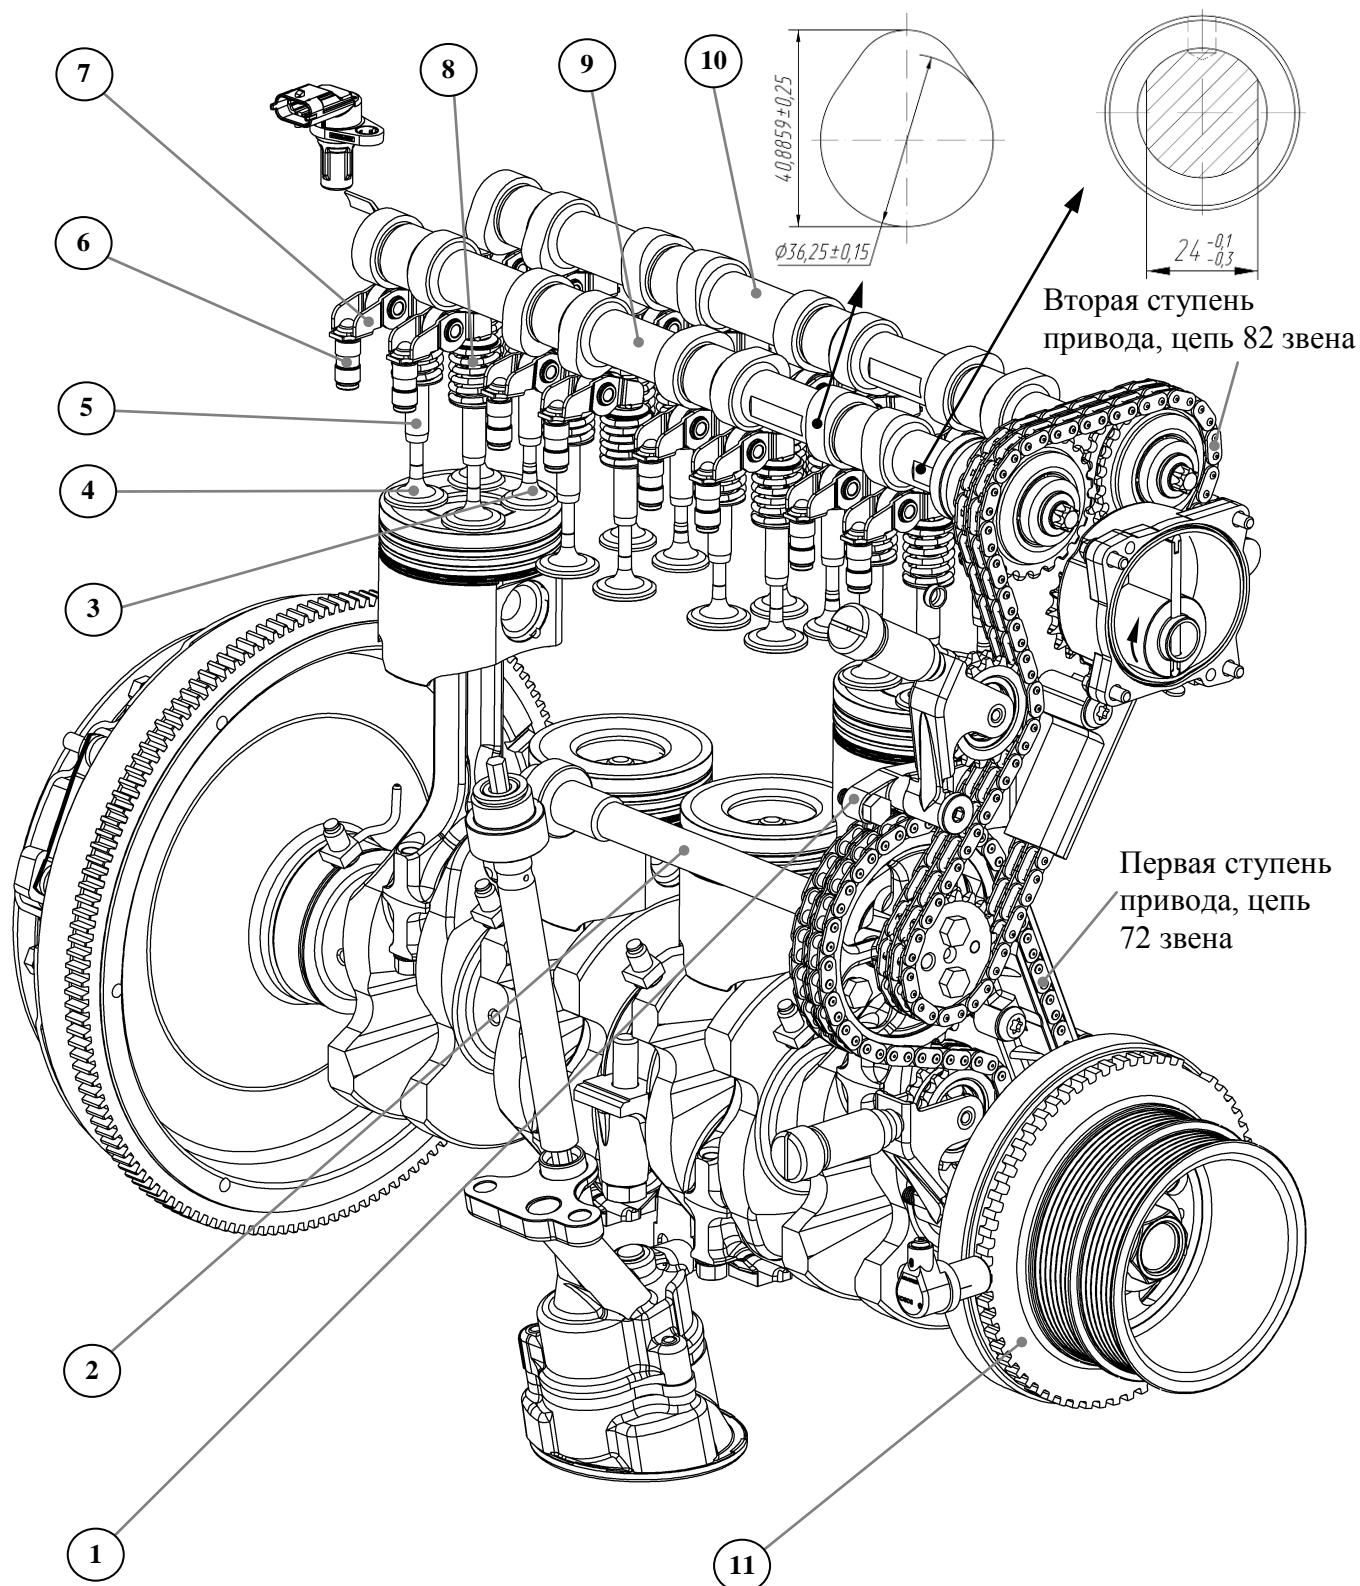
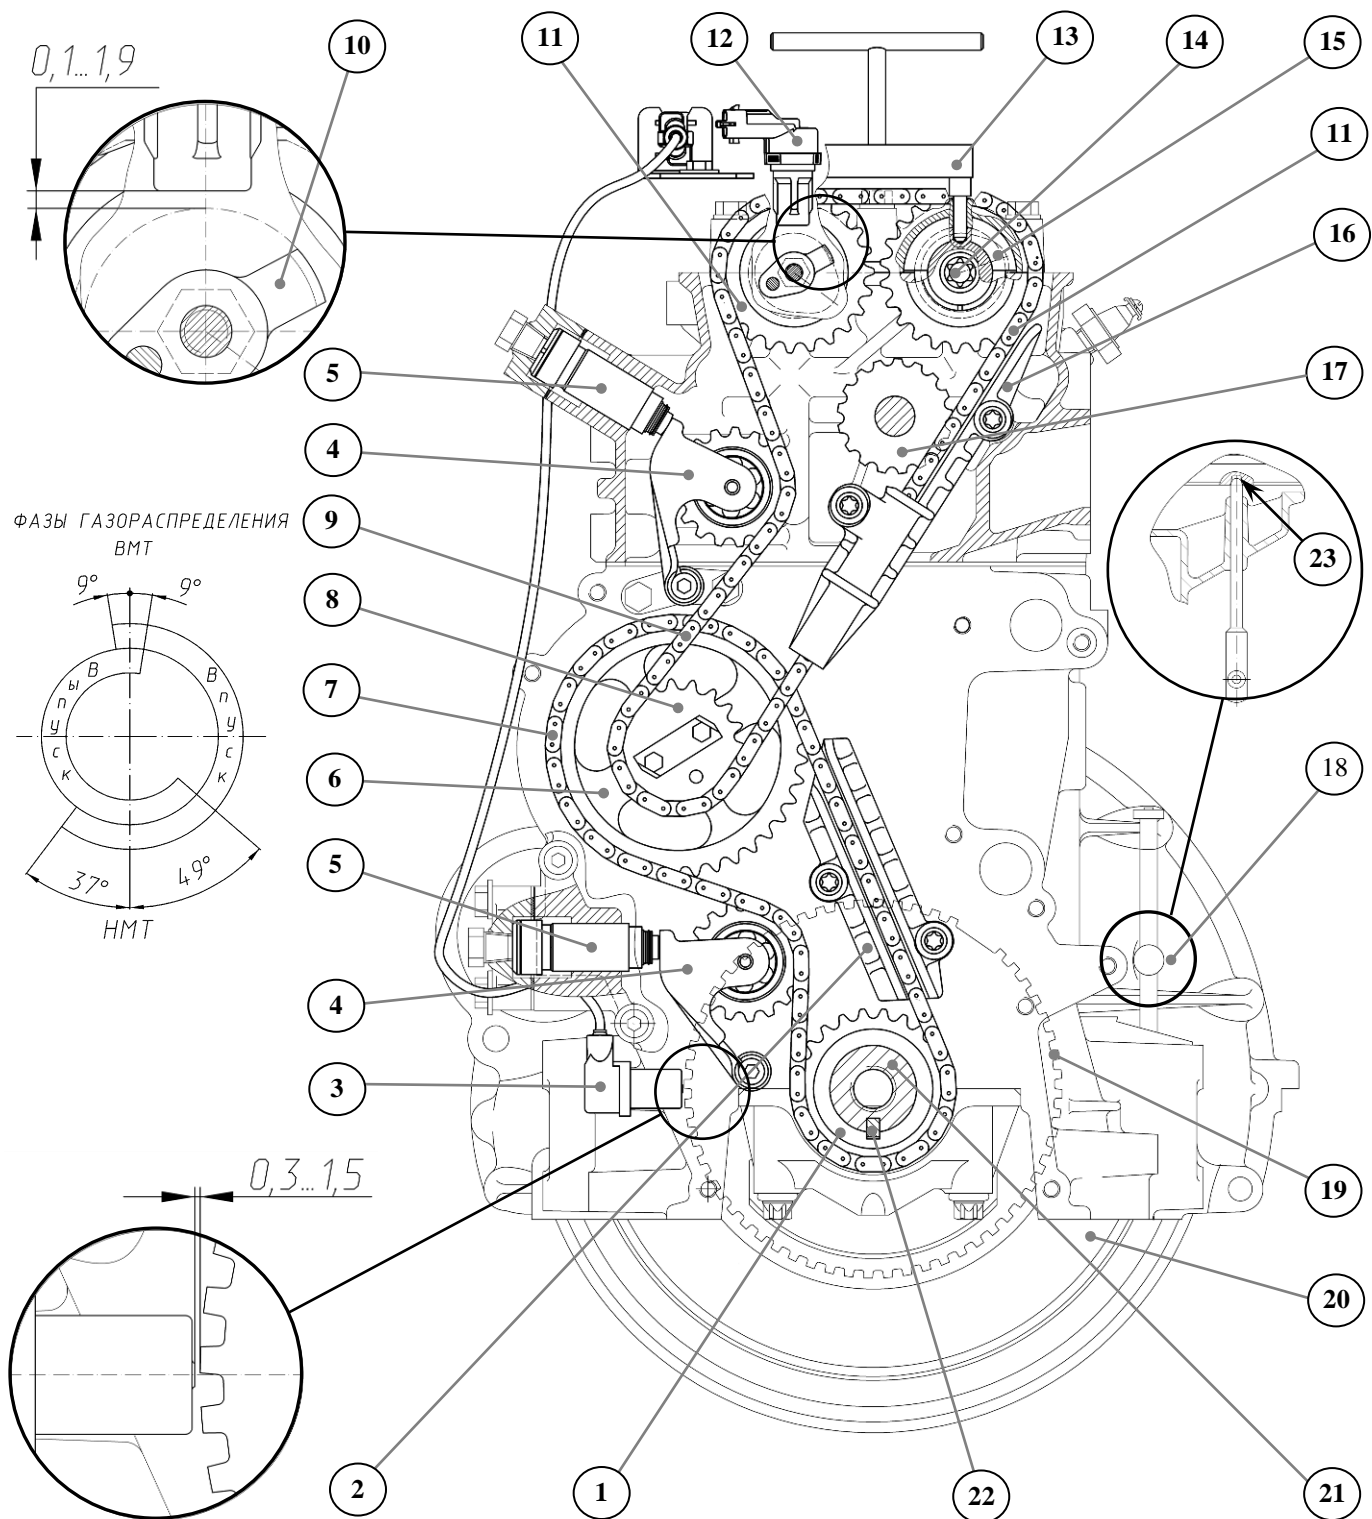

Рис.25. Общий вид привода газораспределительного механизма
Рис.26. Привод распределительных валов:
**Привод распределительных валов** (рис.25 и рис.26) – цепной, двухступенчатый. Привод включает в себя: звездочку 1 коленчатого вала (23 зуба), ведомую 6 (38 зубьев) и ведущую 8 (19 зубьев) звездочки промежуточного вала, звездочки 11 распределительных валов (23 зуба), две цепи 7 и 9 (72 звена - нижняя и 82 звена - верхняя), гидронатяжители 5, рычаги натяжных устройств 4 со звездочками, успокоители цепей 2 и 16.
Двигатель имеет два распределительных вала 9 и 10 (рис.25) для привода впускных и выпускных клапанов. Кулачки впускного и выпускного распределительных валов имеют разный профиль. Для отличия валов на их задних торцах выбита маркировка: впускной – «ВП», выпускной – «ВЫП».